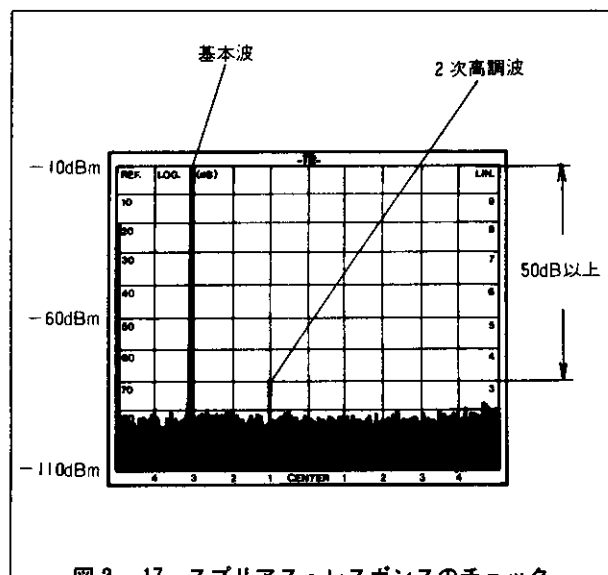

図 3-17 スプリアス・レスポンスのチェック
3. Low Distortion OSC.の各出力周波数について、管面上の2次高調波信号のレベルが、基本波のレベルより50dB以上下がっていることをチェックします。〔図3-17〕参照